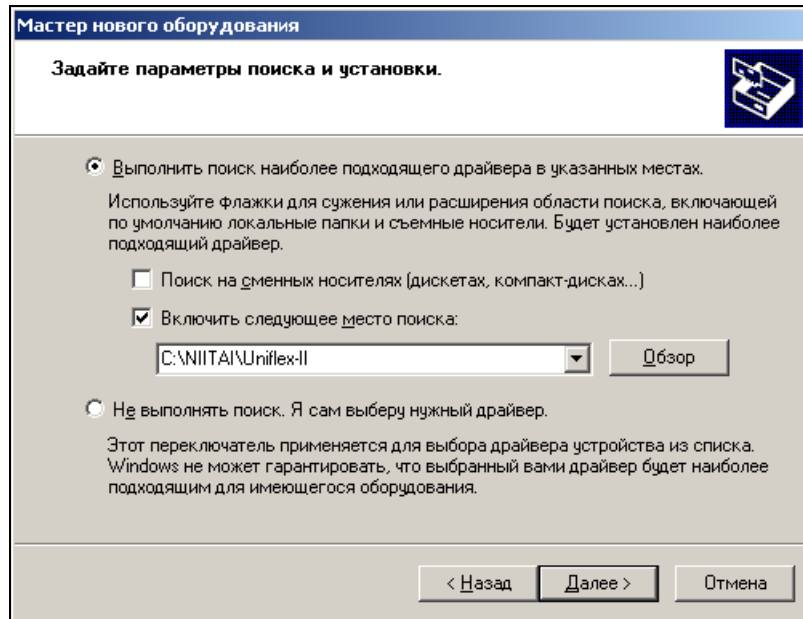

Рис. 6. Окно «Задание параметров поиска и установки»
3. Установите переключатель в положение «Установка из указанного места» и нажмите кнопку **Далее >**. На экране появится окно, представленное на Рис. 6.
6. Введите или задайте с помощью кнопки **Обзор** путь к каталогу с комплектом ПО драйвера (см. Рис. 6).